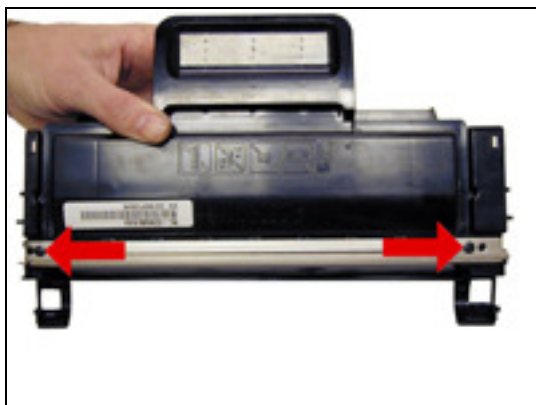

Figura 28
23) Sacar los dos tornillos que sujetan la Cuchilla dosificadora y desmontarla. Ver Figura 28.